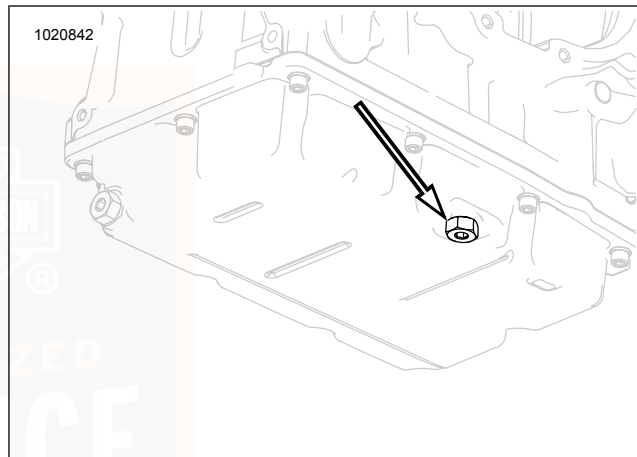

Figure 55. Bouchon de vidange de la boîte de vitesse
2. Voir Figure 55. Enlever le bouchon de vidange de la transmission. Vidanger la transmission.